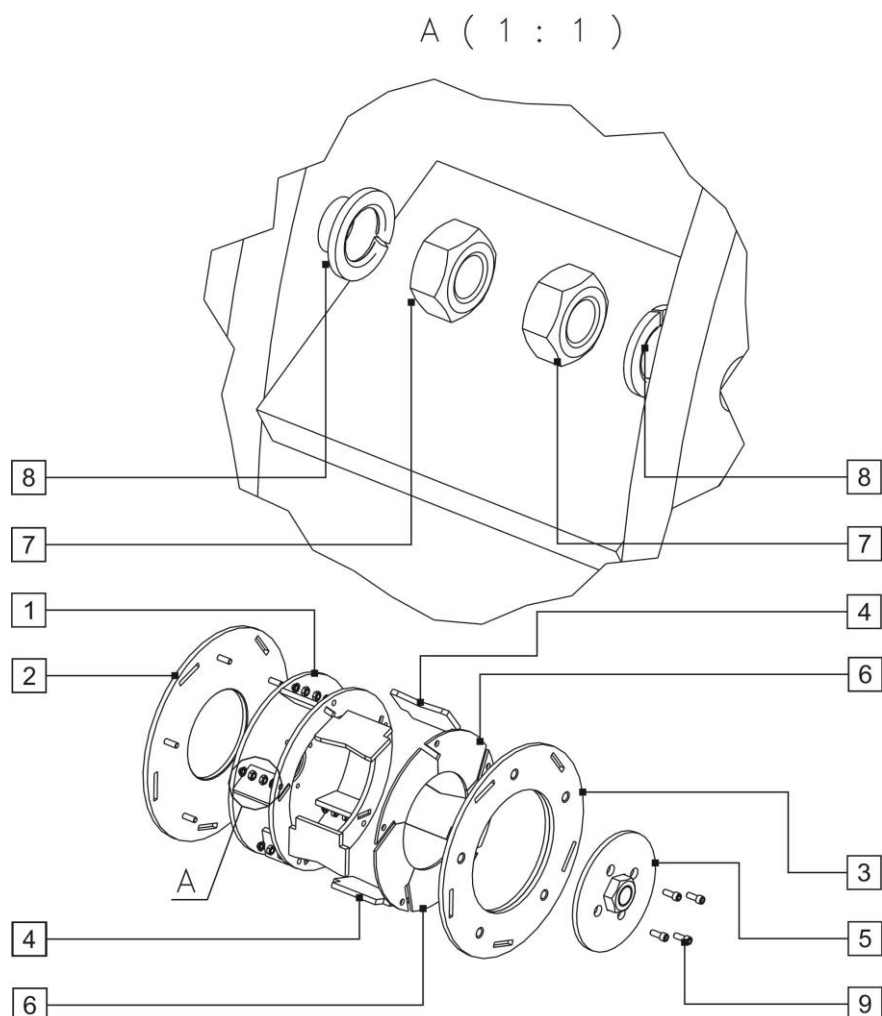

Рис. 4
Ротор-ускоритель (Рис. 4, Табл. 2) состоит из: корпуса ТКА2-02.100 (1) с приварной втулкой, кольца ротора РОТ-02.200 (2), диска ротора РОТ-02.300 (3), ускорителей (сменных пластин) ТКА2-02.002 (4), крышки ротора ТКА-12.000 (5), сегментов подкладных РОТ-02.003 (6).